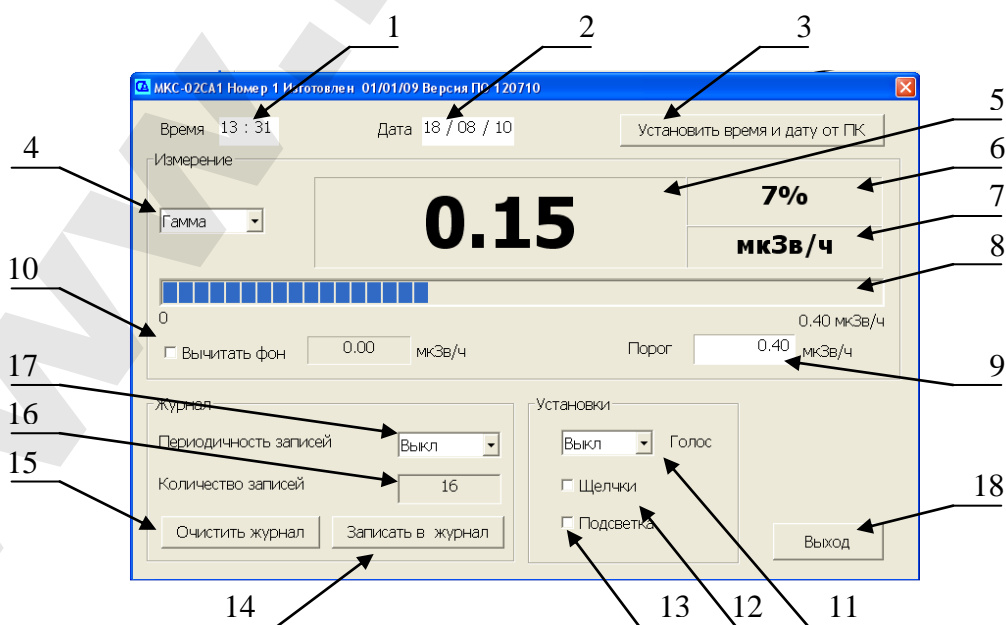

Рис. 6. Пользовательское меню программы
На экране отобразится пользовательское меню программы (см. Рис. 6).
2.7.2.2 Установите дату и время на приборе. Это можно сделать как вручную, так и автоматически нажав кнопку 3 (Рис. 6) «Установить время и дату от ПК». При этом время и дата, установленные на ПК будут установлены в приборе.
2.7.2.3 Выберите необходимый режим измерения («ГАММА», «ДОЗА», «АЛЬФА», «БЕТА» или «ПОИСК»), нажав кнопку 4 (Рис. 6).
2.7.2.4 Для автоматического вычитания фона поставьте галочку в окне 10 (рис. 6). При этом вычитаемое значение будет отображено в окне рядом с галочкой, а измеряемая величина в окне 5 (Рис. 6) станет, равна нулю.
2.7.2.5 Установите необходимый порог сигнализации для выбранного режима измерения в окне 9 (Рис. 6) и нажмите Enter. При этом под аналоговой шкалой справа появится тоже значение, что и в окне 9.